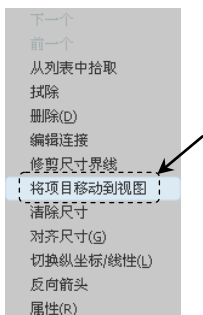

图 10.11.19 快捷菜单
(1) 按住 Ctrl 键，在主视图中依次选取尺寸 30（水平尺寸）、 $\varnothing 9$ 、R4、40、1.5 和 15，然后在任意一选中的尺寸上右击。
(2) 在弹出的图 10.11.19 所示的快捷菜单中选择 **将项目移动到视图** 命令。